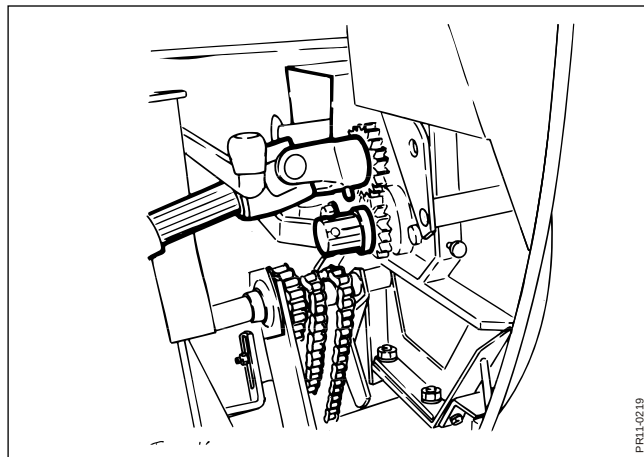

Fig. 5-3
- Fig. 5-3** 3. Kraftoverføring for rotor sættes på tap for modsat omdrejningsretning af rotor.